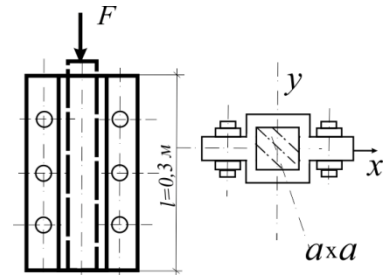

Рис. 2.24
**2.24. В форме, состоящей из двух половин, прессуется пластмасса. Определить допускаемое (по условию прочности болтов) значение силы  $F$ , если для болтов  $R=50$  МПа, внутренний диаметр резьбы  $d=1,73$  см, коэффициент Пуассона пластмассы  $\nu=0,36$ . Деформацией формы и болтов пренебречь. Дано:  $a = 10$  см (рис.2.24).**